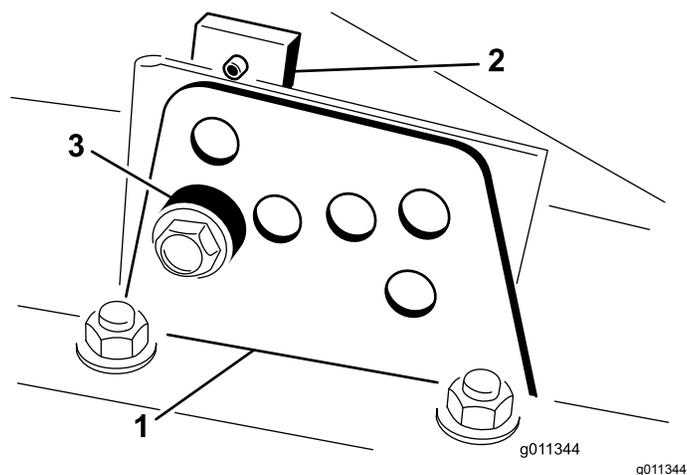

Figura 8
2. Desaperte o parafuso que prende o suporte da altura de corte à placa da altura de corte (frente e de cada lado) (Figura 8).
4. Enquanto estiver suportar a câmara, retire o espaçador (Figura 8).